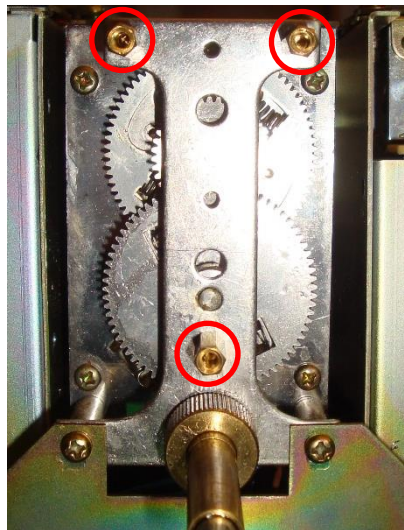

Abbildung 13
- Schrauben Sie drei Distanzbolzen M3x12 in die entsprechenden Gewindelöcher auf der Frontseite des VFO- Getriebes gemäss Abbildung 13.